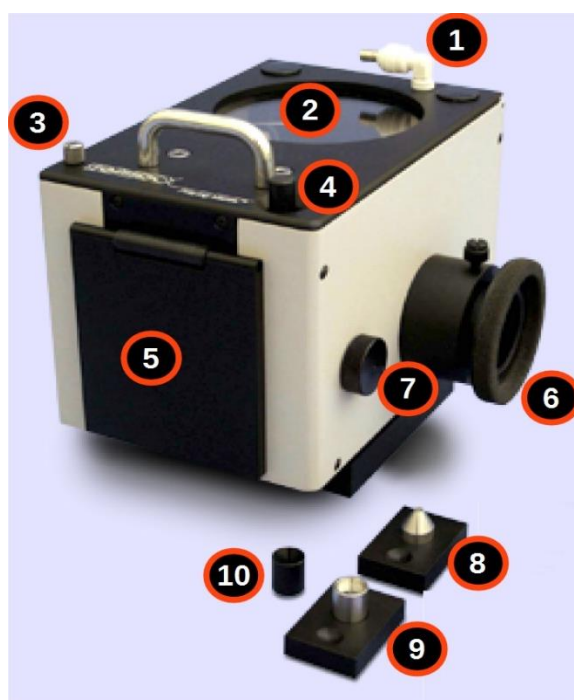

Figura 4 Acessório Praying Mantis para refletância difusa. Descrição dos itens numerados na Tabela 3
Dentro do compartimento de amostras do Cary 5000 encontra-se instalado o acessório de refletância difusa *Praying Mantis* da Harrick. Ele é o acessório padrão de análises do equipamento e suas principais partes são destacadas na Figura 4 e na Tabela 3.
Tabela 3 Descrição dos itens destacados na Figura 4
Conforme visto na Figura 4, há dois porta amostras, com tamanhos diferentes, que podem ser utilizados de acordo com a quantidade disponível da amostra. O equipamento realiza análises tanto com amostras puras quanto com amostras diluídas. Os diluentes mais comuns são MgO e BaSO₄, sendo necessário escolher aquele que não reage com a amostra a ser analisada. A Figura 6 mostra os frascos de diluentes existentes no laboratório. Podem ser encontrados na bancada do equipamento, ao lado do computador.
Após preencher o porta amostra, abra a abertura frontal destacada na Figura 4 e coloque-o na plataforma presente no interior do acessório, empurrando-o até sentir resistência. A Figura 10 mostra como fica o porta amostra colocado corretamente. Deve-se tomar cuidado para que não se toque nos espelhos da parte superior do acessório. Procure minimizar o tempo que o acessório fica aberto para preservar o detector.
- IX. Abrir a aba *Commands* e clique em *Align*. Com o compartimento de amostras aberto, observar um feixe de luz branca incidindo sobre o porta amostra. Com o micrômetro destacado na Figura 4, alinhar o feixe de luz com o centro do porta amostra. É muito importante que o feixe esteja centralizado, principalmente no caso do porta amostra menor, para evitar que parte da luz seja espalhada por incidir na borda metálica do porta amostra. A Figura 17 mostra exemplos de feixes centralizados e como ajustar o micrômetro.